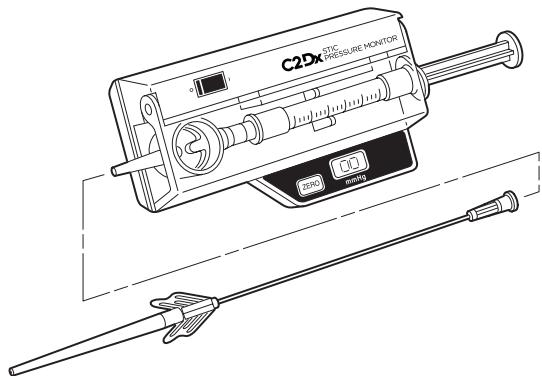

図4
3. スリットカテーテルをテーパー状チャンバーステムに取り付けます。かみ合いが非常にぴったりしていることを確認します。図4を参照してください。